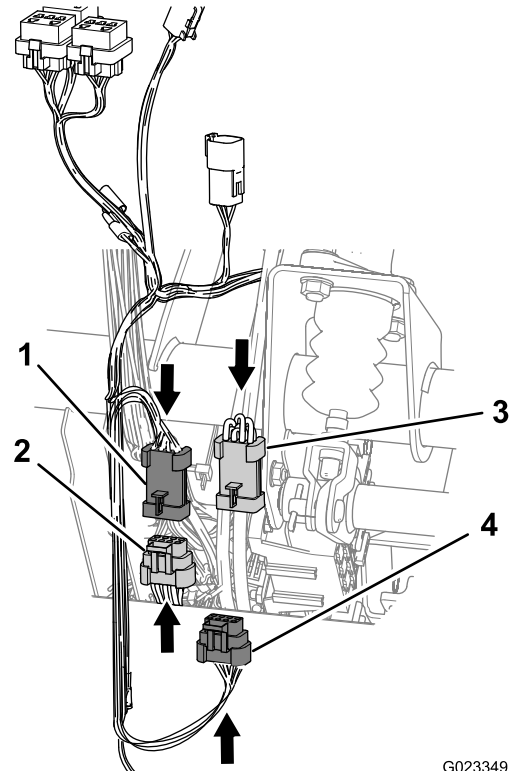

Figura 22
3. Localize os conectores de 8 pinos e 8 tomadas localizados na cablagem do kit de acelerador (Figura 22).
4. Ligue o conector de 8 pinos da cablagem do kit de acelerador ao conector de 8 tomadas da cablagem frontal da máquina (Figura 22).
5. Ligue o conector de 8 tomadas da cablagem do kit de acelerador ao conector de 8 pinos da cablagem traseira da máquina (Figura 22).
1. Encaminhe o troço de cablagem do kit com os conectores de 2 pinos do travão de estacionamento para baixo para as interligações da cablagem que ligou nos passos 4 e 5 de Ligação à interligações da cablagem principal (página 11) e ao longo da cablagem traseira da máquina (Figura 22).